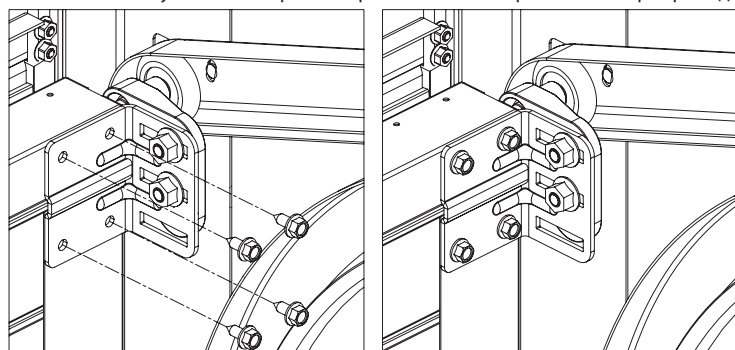

Рис. 29.2
На рис. 29.2 показана установка верхнего кронштейна на воротах с электроприводом:
- на воротах с электроприводом ходовой ролик должен находиться у верхней стороны переднего направляющего профиля (рис.29.2).